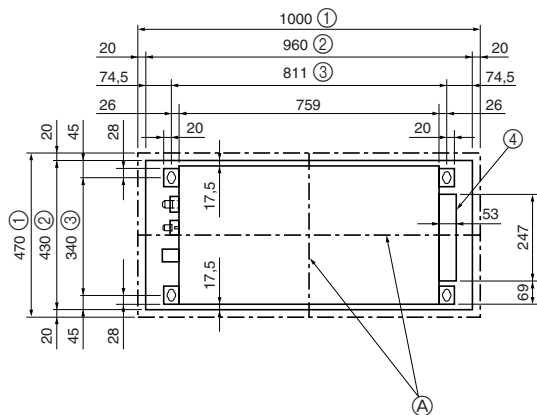

Fig. 2-3
2.3. Ανοίγματα στο ταβάνι και θέσεις για την τοποθέτηση των μπουλονιών ανάρτησης (Fig. 2-3)